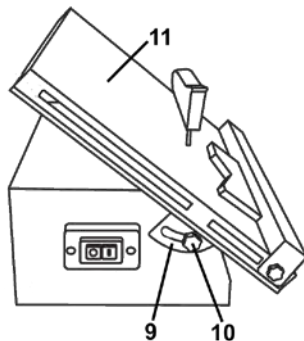

Рисунок 2
Можлива різка заготовок з кутами до 45° (рисунок 2), для цього: відпустіть кріплення двох гвинтів фіксаторів (10), після чого переведіть робочий стіл (11) в кутове положення, поєднавши показання по шкалі нахилу (9) з міткою основи (2) на необхідний кут різання. Зафіксуйте стіл під обраним кутом двома гвинтами фіксаторів (10).